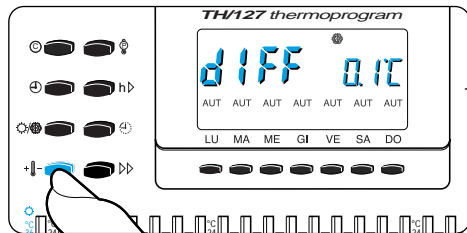

Fig. 44
13.7 - Premere il pulsante +/- (fig. 44).